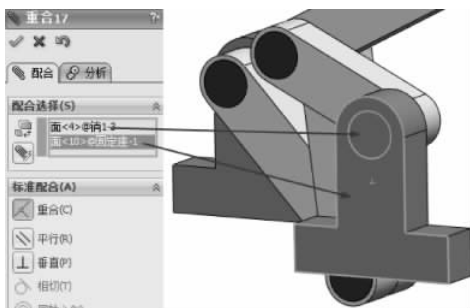

图 3-198 重合配合
(30) 继续配合约束,选择【标准配合】选项组下的【重合】配合类型,在【要配合的实体】选择框中选择如图 3-198 所示的面,其他保持默认,单击【确定】按钮,完成重合配合。